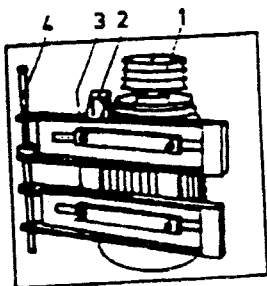

Fig. 7.5
- Montera de medlevererade kilremsskivorna på axeltapparna och lås fast dem med tryckskraven. Kilremsskivorna måste sitta på minst den fulla navlängden på axeltappen (fig. 7.5, pos. 1).
- Skruva fast ytterplattan på motorns fot. Härvid skall de större U-skenorna eller trycklisterna läggas under skruvhuvudena (fig. 7.5, pos. 3).
- Montera axeln genom de båda skenorna så att de sitter jämnt (fig. 7.5, pos. 4).
- Spännskenan med den på sidan påsvetsade spännplattan skall skruvas fast på samma sida som motorns axeltapp (fig. 7.5, pos 2).